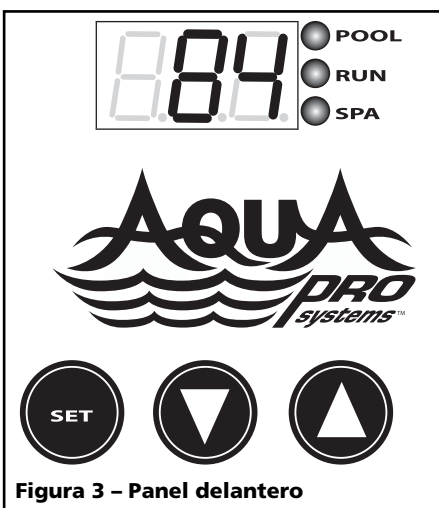

Figura 3 – Panel delantero
- El control ubicado al frente de su bomba de calor tiene una pantalla de tres caracteres grandes para la temperatura del agua, puntos de ajuste, y diagnósticos (ver en la Figura 3 la imagen del panel frontal). El teclado de tres botones incluye SET (ajuste), flecha arriba (UP), y flecha abajo (DOWN). Los indicadores LED cerca de la pantalla indican si la bomba de calor está en modo piscina o en modo hidromasaje, y si la unidad está en funcionamiento.
Este calentador de piscinas es compatible sólo con sistemas remotos de 2 cables, y no es compatible con sistemas remotos de 3 cables. La Figura 3 muestra dónde conectar los sistemas remotos al Controlador de Temperatura.